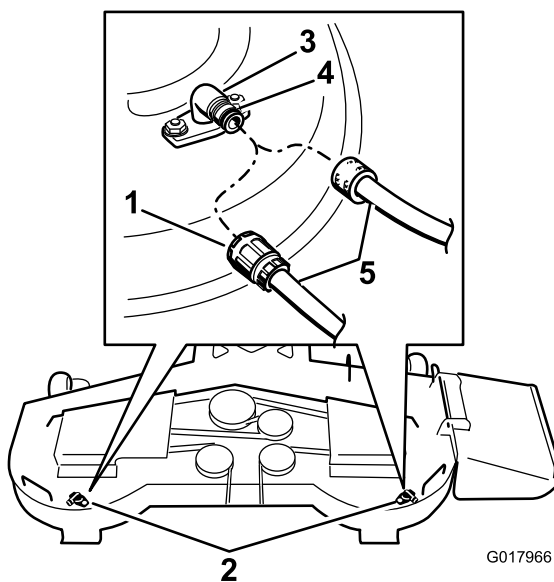

Figura 73
3. Conecte el acoplamiento de la manguera al extremo del conector de lavado del cortacésped, y abra el grifo al máximo (Figura 73).